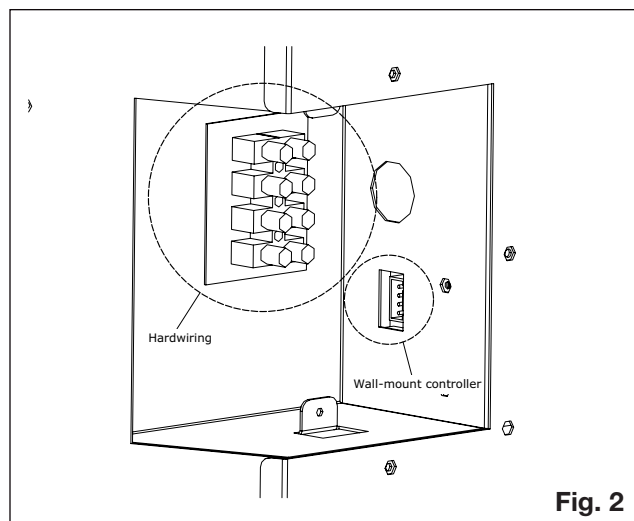

Fig. 2
2. Avec l'appareil dans le cadre brut, insérez suffisamment dans l'enceinte pour localiser les fils d'alimentation sur le bornier. (Fig.2).